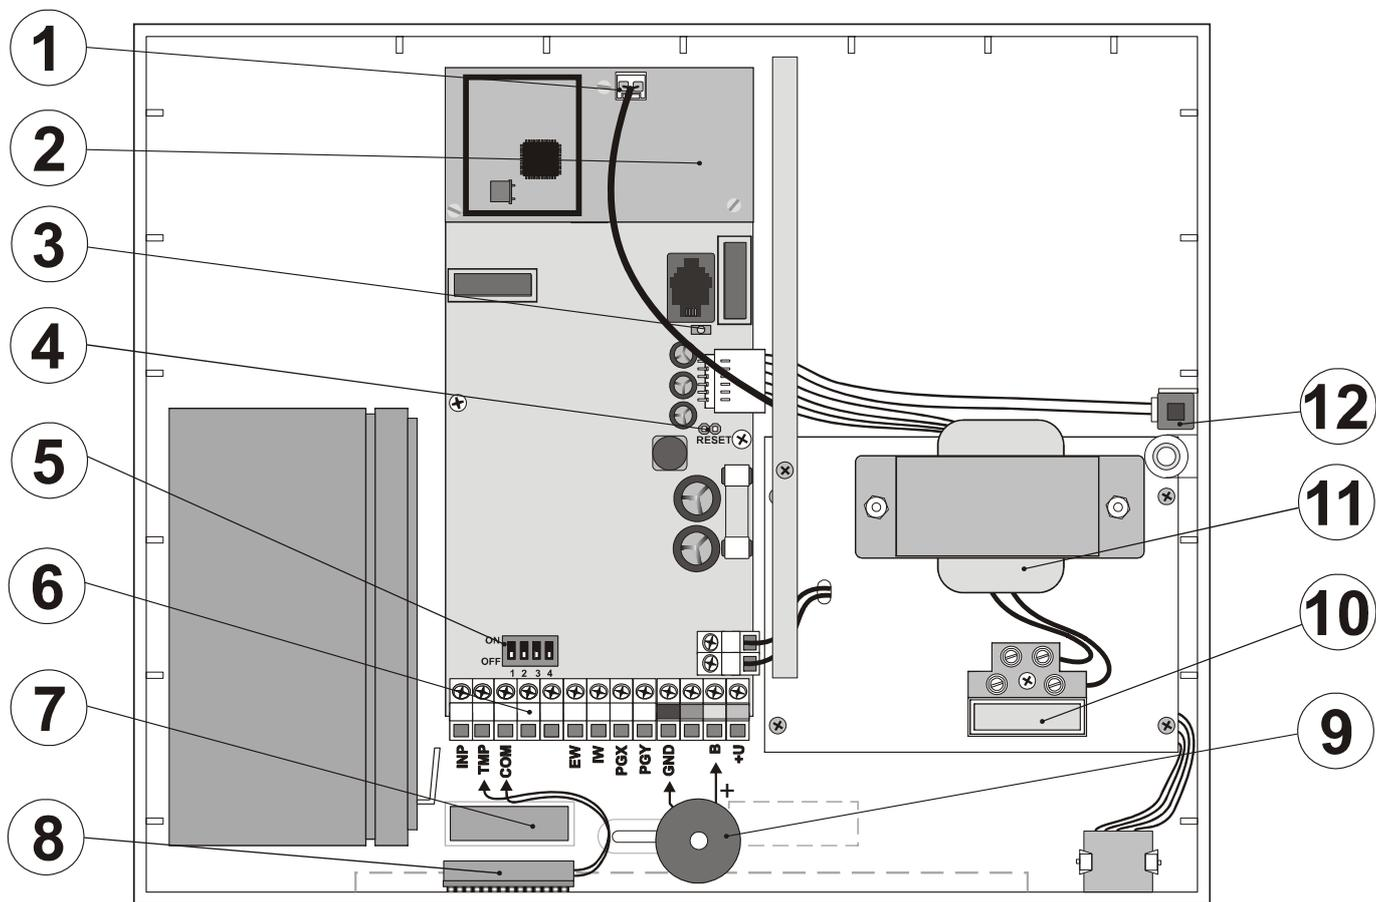

рис. 1 Расположение в корпусе ретранслятора
Для обычной работы пьезо-индикатор отключите. См. рисрис. 1 (9).
Задний саботажный контакт- темпер (отрыв корпуса) в ретрансляторе решен при помощи магнитного контакта (поставляется в комплекте упаковки). Его надо добавить при монтаже корпуса см. рис. 1 (7),(8).
4. На обозначенное место прикрепите постоянный магнит контакта см. рис. 1 (7).
6. Магнитный датчик (вторую часть с выведенными проводами) приклейте на боковую часть корпуса как можно ближе к магниту (максимально до 2 см). См. рис. 1 (8).
8. Включите DIP2 в положение ON см. рис. 1 (5).